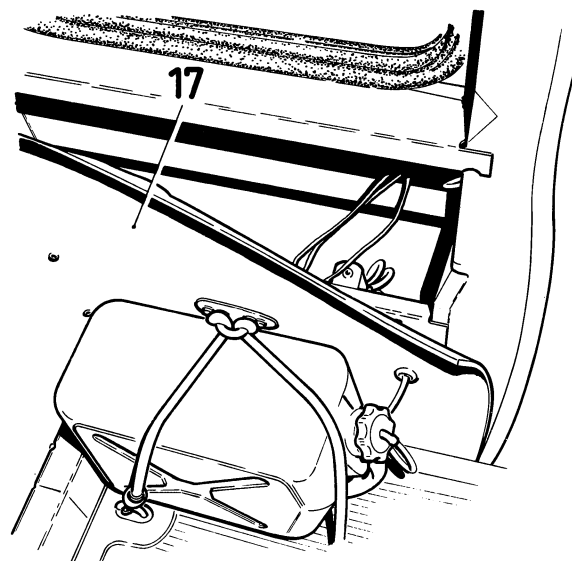

Fig. 7.
2. Verwijder vier kruiskopschroeven uit de bovenzijde van het bekledingspaneel 17 (fig. 7).
2. Oter les quatre vis au sommet de la garniture (17) (fig. 7).